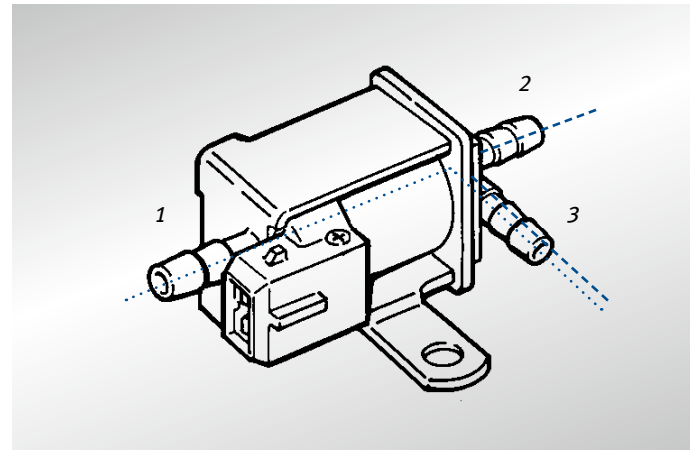

Fig. 3 Válvula de comutação eléctrica
- Verificar a passagem com a bomba de vácuo manual, fig. 3. Valores teóricos: Sem corrente da ligação 1 para a 3 com corrente da ligação 2 para a 3. Se os valores teóricos não forem atingidos, substituir a EUV.
- Ligar sem corrente a bomba de vácuo manual à ligação 2, fig. 3 e aplicar uma diferença de pressão de cerca de 500 mbar. Valor teórico: Nenhuma queda visível da diferença de pressão. Se o valor teórico não for atingido ou se não for possível o desenvolvimento da diferença de pressão, substituir a EUV.